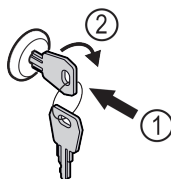

Fig. 160
- ▶ Vajutage võti sisse Fig. 160 (1).
- ▶ Keerake võtit 90° päripäeva Fig. 160 (2).